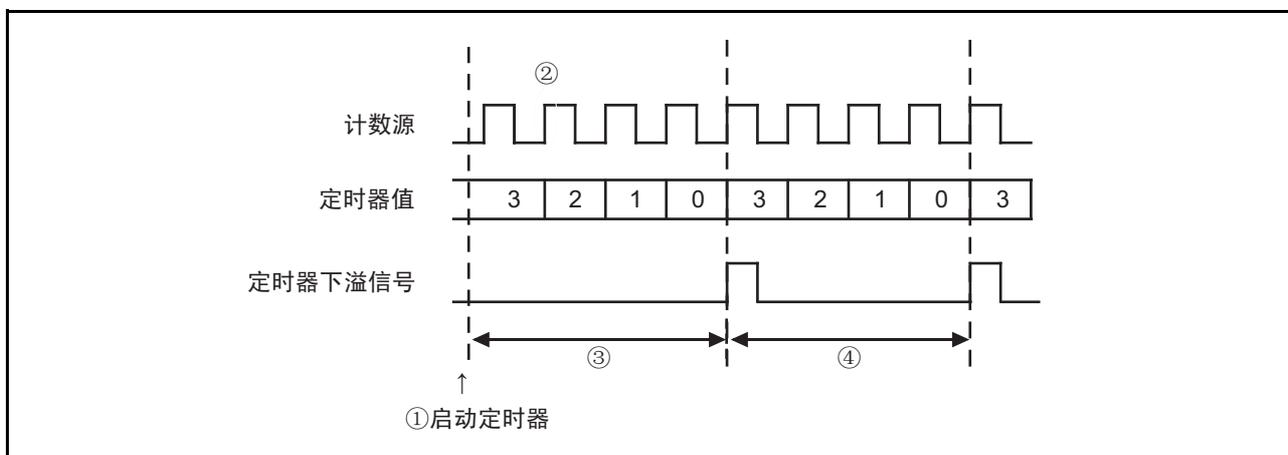

图 15 定时器的计数开始时序和运行开始时的计数时间（T1 和 T2）
在定时器1和定时器2开始运行（图15①）后，从计数源下降后的上升沿（图15②）开始计数。
根据定时器和计数源的运行开始时序，计数开始后的第一次下溢的时间（图15③）不同于以后的下溢时间（图15④）。